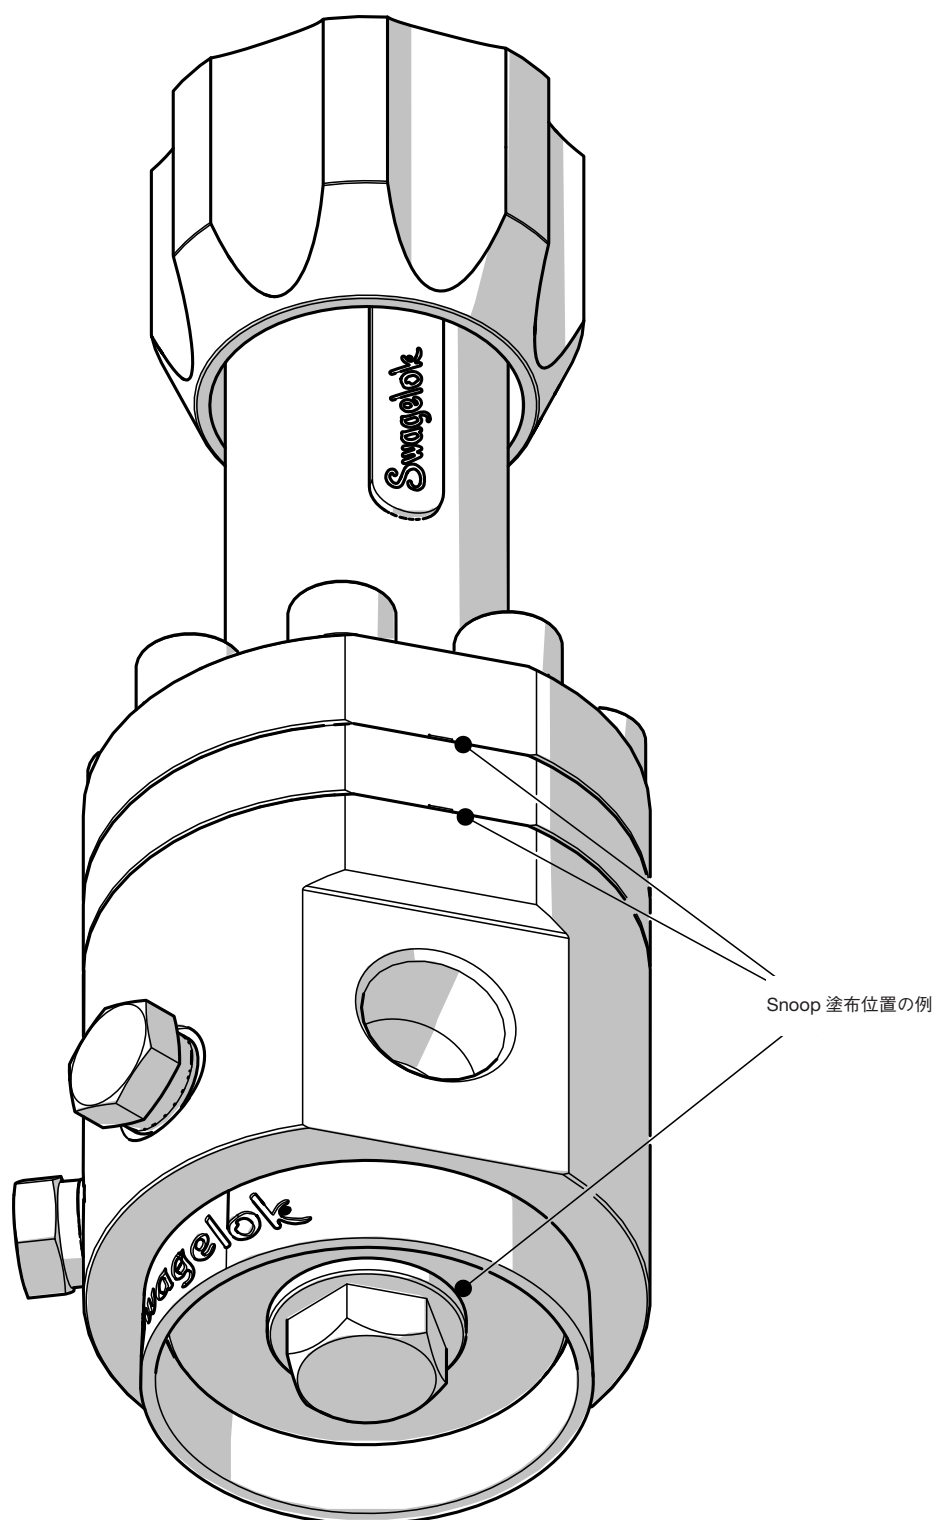

図 20
4. 漏れ検出液を使用して、スプリング・ハウジング／ドームのウィーブ・ホール、ボディ・プラグとボディとのインターフェースに泡が生じていないか確認します (図 20 参照)。